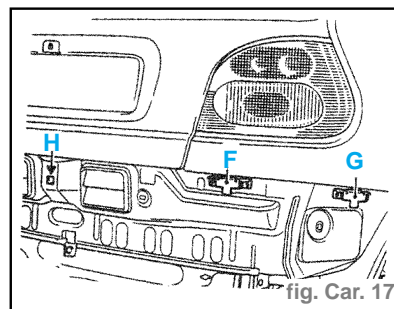

fig. Car. 17
- S'assurer que les presseurs (F) et (G) (de chaque côté) ; soient vissés correctement sur la jupe AR. (fig. Car. 17)